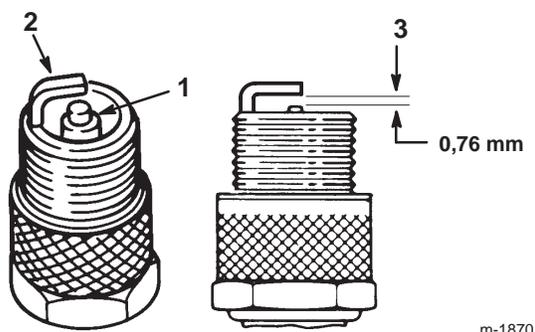

Figure 26
1. Inspectez le centre de la bougie (Fig. 26). Si le bec de l'isolateur est recouvert d'un léger dépôt gris ou brun, le moteur fonctionne correctement. S'il est couvert d'un dépôt noir, c'est généralement signe que le filtre à air est encrassé.
2. Contrôlez l'écartement entre les électrodes centrale et latérale (Fig. 26) et pliez l'électrode latérale si l'écartement est incorrect.